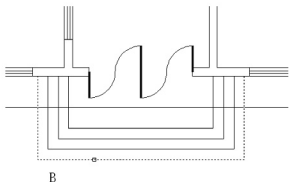

图 2.105 选择 B 线为剪切边界
(1) 在 **选择剪切边...**, **选择对象** 或 **<全部选择>**: 提示下, 选择台阶 B 线作为剪切边, 如图 2.105 所示。按 Enter 键进入下一步命令。